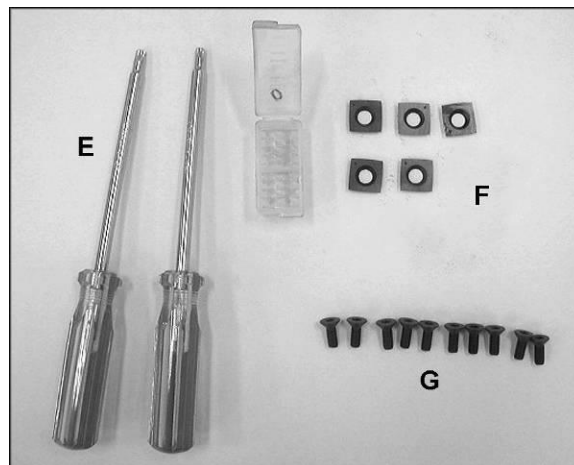

Рисунок 2
- (артикул РМ54НН-НР, см. рисунок 2)
- 5 Режущих пластин (F)
- 10 Винтов для крепления пластин (G)